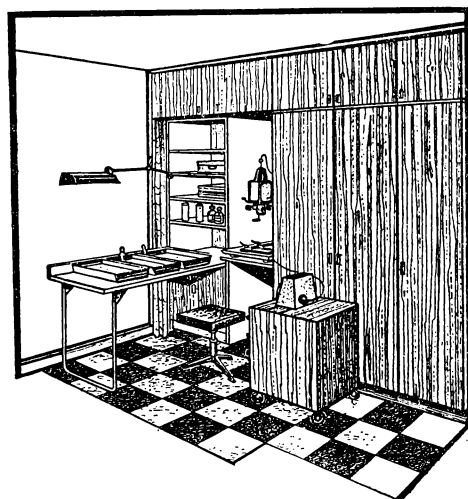

Рис. 2. Хозяйственный шкаф с выкатными емкостями
**Выкатная емкость** представляет собой часть пристенного шкафа-стеллажа, с закрытой или открытой передней стенкой. Она размещена между двумя боковинами шкафных секций, но не связана с ними конструктивно. При необходимости ее выдвигают и перекачивают к месту работы. Если выкатной элемент оснащен кино-диапроектором, делают приспособление для подъема и опускания проектора (рис. 2).